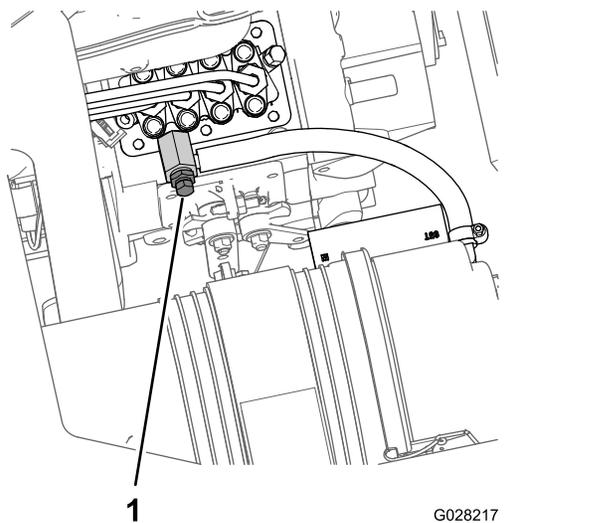

Figura 76
8. Alinhe o recipiente de escoamento debaixo da parte da bomba de injeção de combustível do motor (Figura 76).
9. Desaperte o parafuso de purga que se encontra na bomba de injeção de combustível (Figura 76).
11. Mantenha a chave na posição LIGAR enquanto não sair um fluxo contínuo de combustível do parafuso de purga (Figura 76).
12. Aperte o parafuso de purga (Figura 76) e rode a chave para a posição DESLIGAR.